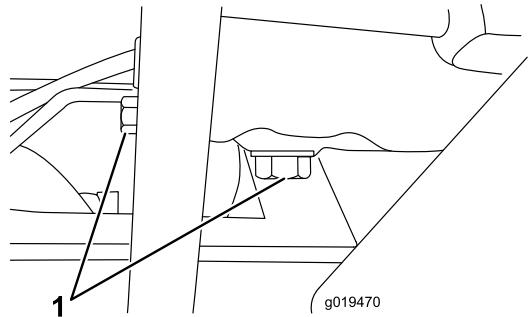

図 57
1. ドレンプラグ図 57 を外してオイルを容器に受けける。オイルが抜けたらドレンプラグを取り付ける。